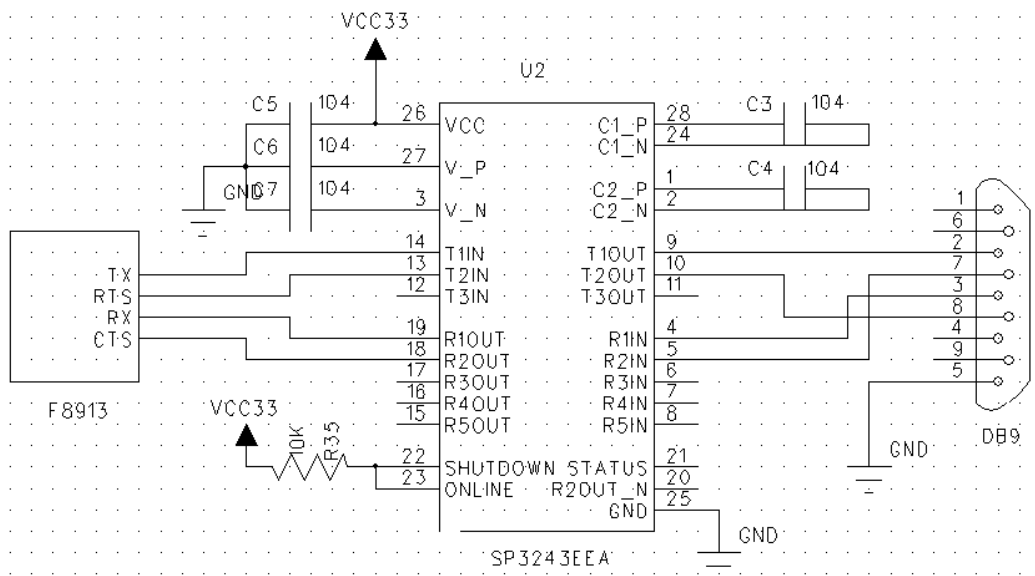

图 5-2 F8913D 与 PC RS232 连接的参考电路
1. PC 机作为上位机：F8913D 与 PC 通过 RS232 串口相连，需要使用电平转换芯片进行电平转换（如 SP3243），如图 5-2 所示。